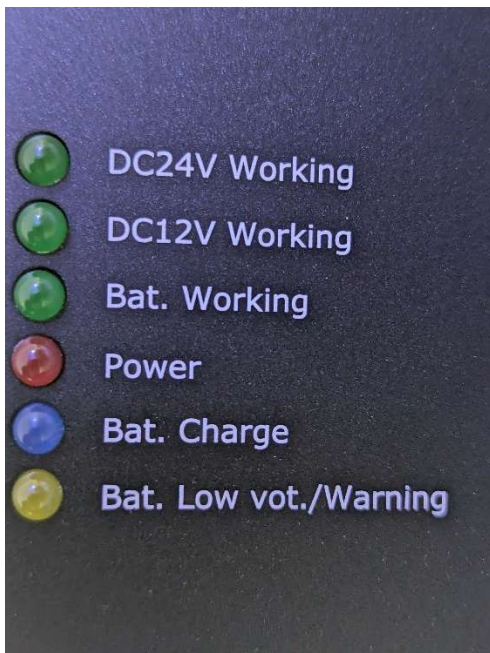

Abb. 3: Anzeigen
- Warnsignal bei unter 10 % Batterieladung (gelbe LED siehe Abb. 3, Bat. Low vot./Warning)